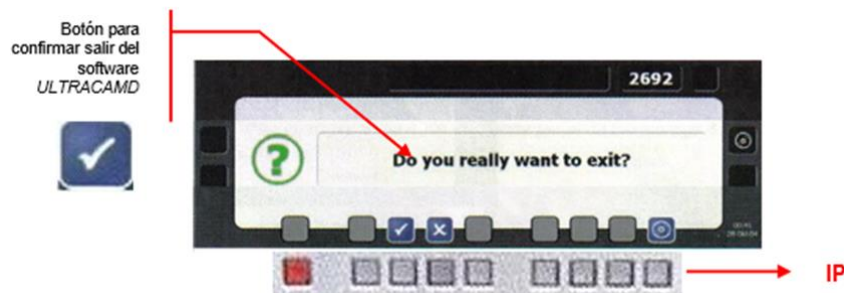

Figura 39. Ventana "Exit Confirmation"
1. Presione en el panel de interfase (IP) el botón  para salir del software en la ventana principal de ULTRACAMD y se despliega la ventana de confirmación, Figura 38, Figura 39.
2. Presione en el panel de interfase (IP) el botón  para confirmar la salida del programa ULTRACAM D, Figura 39, Tabla 23.